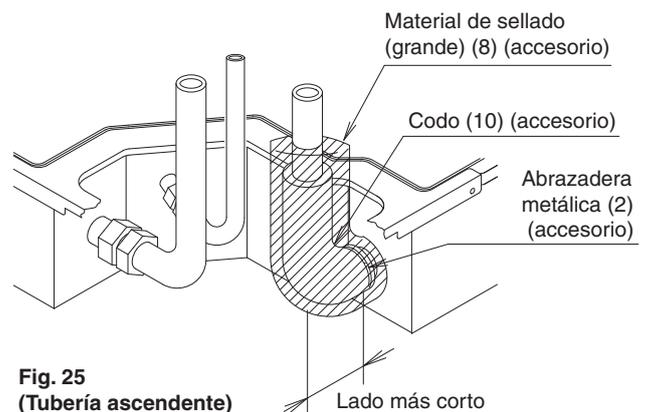

Fig. 25 (Tubería ascendente)
- La tubería de drenaje puede conectarse desde 3 direcciones. **(Refiérase a la Fig. 25, 26 y 27)**
2. Introduzca la manguera de drenaje (1) y el codo (10) en el origen de la toma de drenaje. Apriete la abrazadera metálica (2) dentro del rango envuelto del extremo introducido de la manguera con un par de apriete de $1,35 \pm 0,15 \text{ N}\cdot\text{m}$ ($135 \pm 15 \text{ N}\cdot\text{cm}$). **(Refiérase a la Fig. 25, 26, 27 y 31)**
4. Aísle la abrazadera metálica (2), la manguera de drenaje (1) y el codo (10) con el material aislante suministrado (grande) (8). **(Refiérase a la Fig. 25, 26, 27 y 33)** (La abrazadera metálica (2) podría transpirar y causar condensación.)